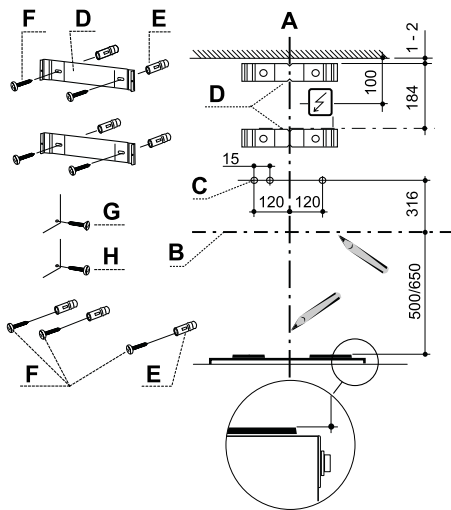

Fig. 10
2. Dra en horisontell referenslinje B, minst 500/650 mm ovanför spisen. Fig. 10
3. Placera övre fäste D för skorsten på väggen, som framgår av Fig. 10.
6. Märk ut skruvhålen för kåpans upphängning, C, på väggen, som framgår av Fig. 10.